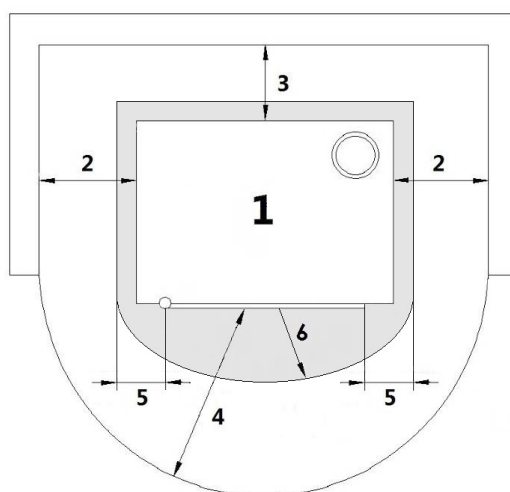

Fig. 13 - Installazione generica
LEGENDA Fig. 13 a pag. 14
- È obbligatorio installare la stufa staccata da eventuali muri e/o mobili, con un giro d'aria minimo di 300 mm ai lati, di 300 mm sul retro, per consentire un efficace raffreddamento dell'apparecchio e una buona distribuzione del calore nell'ambiente (vedi **Fig. 13 a pag. 14**).
- Per le norme di sicurezza antincendio si devono rispettare le distanze da oggetti infiammabili o sensibili al calore (divani, mobili, rivestimenti in legno ecc...) come riportato in **Fig. 13 a pag. 14**.
- Se le pareti sono in materiale infiammabile, verificare le distanze di sicurezza (vedi **Fig. 13 a pag. 14**).